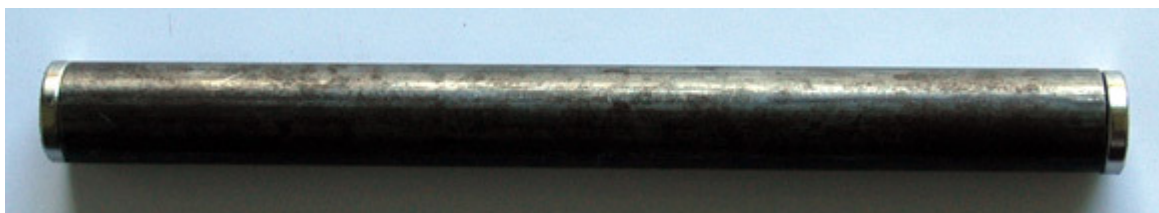

Abb. 2: einfacher Stabmagnet
- mit rasch aushärtendem Zweikomponentenkleber wird jeweils eine Scheibe auf ein Ende des Rundstabes geklebt (siehe Abb. 2)